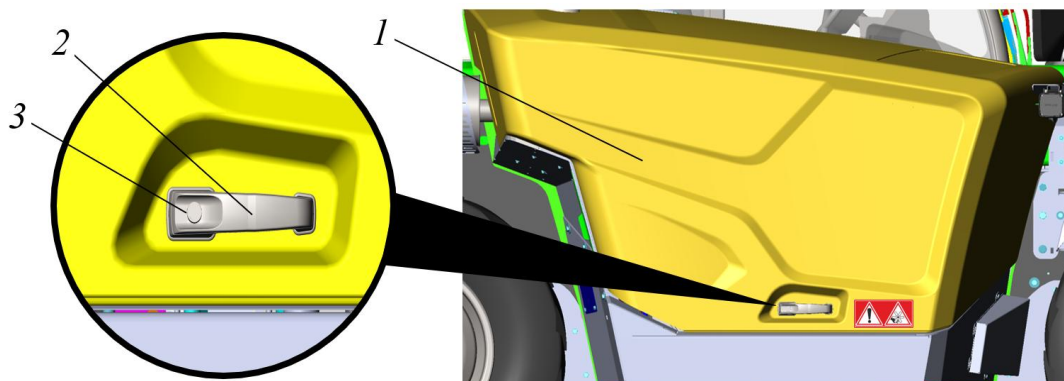

Рисунок 5.8. Открытие капота моторного отсека
- ▶ Нажать кнопку замка 3 и одновременно потянуть за ручку 2 в направлении на себя и вверх, см. рис. 5.8. Если кнопка замка 3 не нажимается, ключом открыть замок.